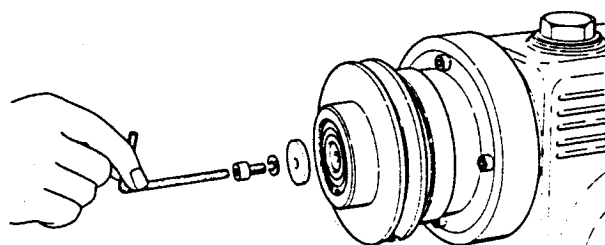

図 5
- 六角穴付ボルト ① をゆるめ、軸押え板 ② をはずします(図5)